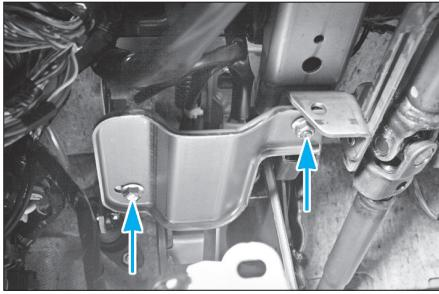

FIG. 8
- Déposer la plaque de renfort à gauche de la colonne de direction (1 vis et 1 écrou à tête 6 pans de 12 mm).(Fig.8)